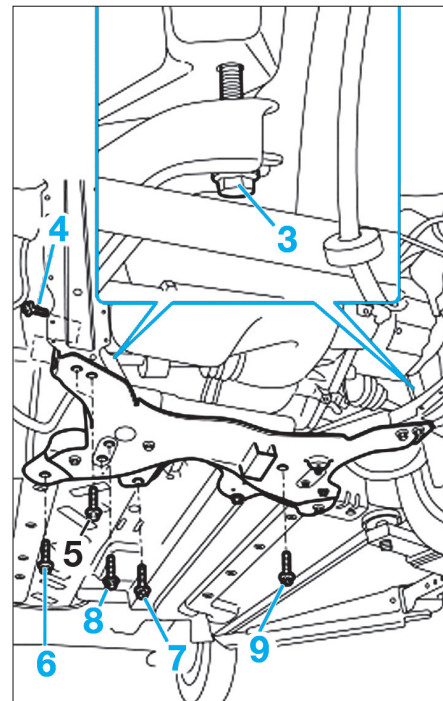

Fig. 19
• Dévisser les vis de fixation avant (3) sur la caisse (Fig.19).
• Dévisser les vis de fixation latérales à la troisième ligne de charge (4).
• Desserrer les vis de fixation à la troisième ligne de charge (5).
• Desserrer toutes les vis de fixation arrière latérales (6) et centrales (7).
• Dévisser les vis de fixation de la barre stabilisatrice (8).
• Dévisser les vis de fixation du boîtier de direction (9).